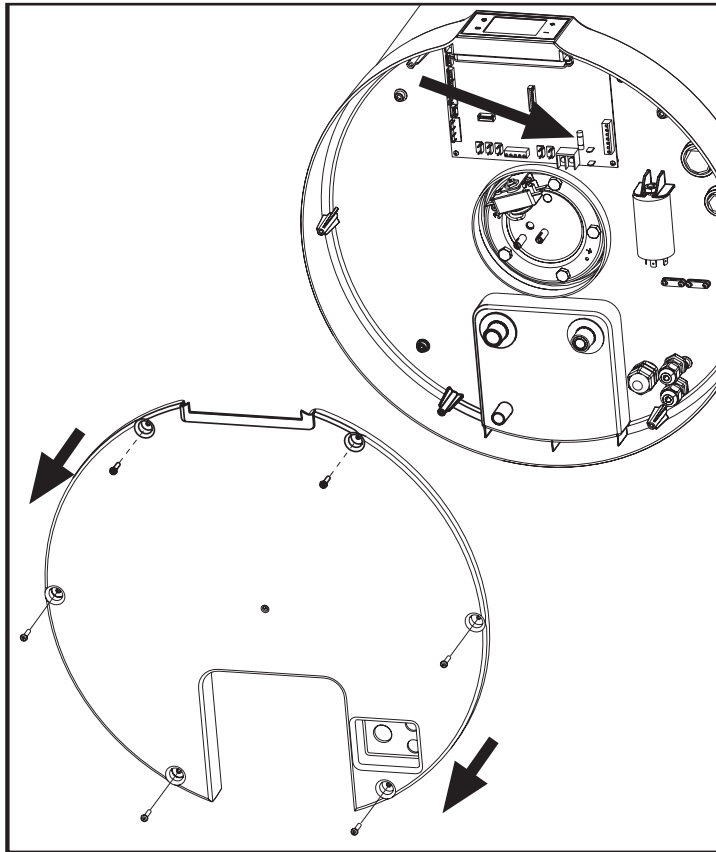

fig. 40
- Voer de handelingen 1 en 2 uit zoals hierboven bij 8.1 beschreven om de schakelaar van de thermostaat te bereiken (Zie fig 40 en 41) en druk de pin in. (De pin steekt 2 mm naar buiten.)